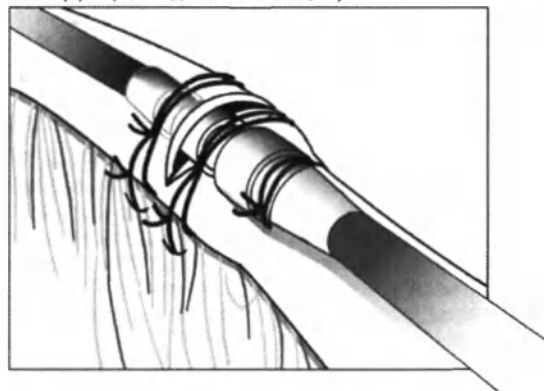

Рисунок 12. Пример фиксирующей муфты, методика венесекции
- Используя ту же самую бороздку, подшейте электрод и вену к прилегающей фасции (Рисунок 12 Пример фиксирующей муфты, методика венесекции).